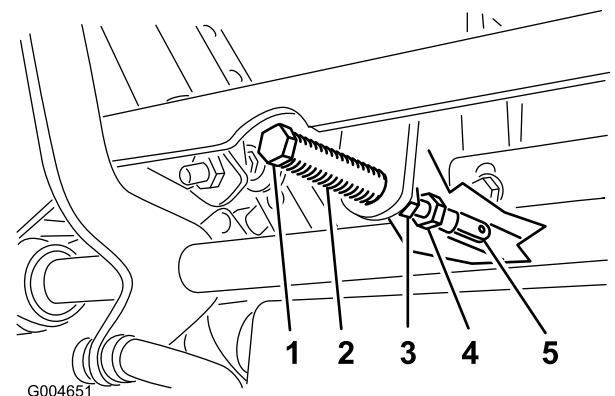

Figura 53
5. Tire hacia atrás de la palanca hasta que el pasador (en el brazo situado encima del eje pivotante) entre en contacto con el extremo de la ranura (empezando justo a tensar el muelle) como se muestra en Figura 53.
7. Si es necesario un ajuste, afloje la tuerca y la contratuerca contra la horquilla (Figura 53).
8. Aplique una ligera presión hacia atrás en la palanca de control de movimiento, y gire la cabeza del perno de ajuste en el sentido apropiado hasta que la palanca de control esté centrada en posición de BLOQUEO/PUNTO MUERTO (Figura 53).
9. Apriete la tuerca y la contratuerca (Figura 53).
- Apriete las contratuercas de las rótulas (Figura 53).